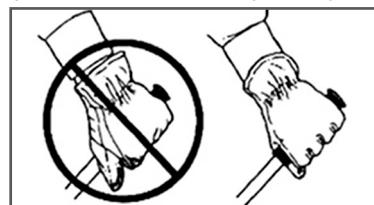

Рис. 9. Правильный захват рукоятки мотобура
3. Крепко возмитесь за рукоятки мотобура правой и левой руками (Рис. 9).